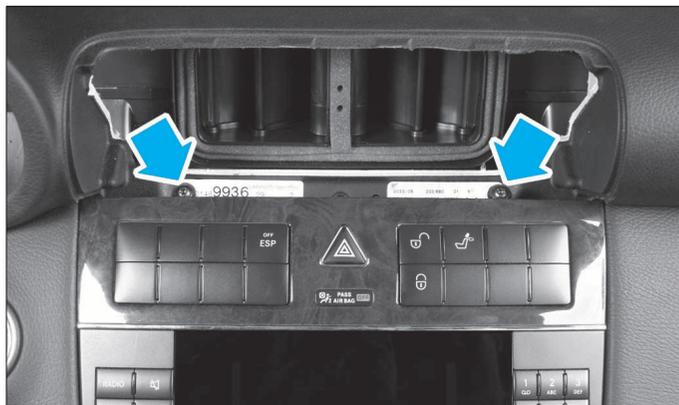

FIG. 27
- le bloc interrupteur (Fig.27).